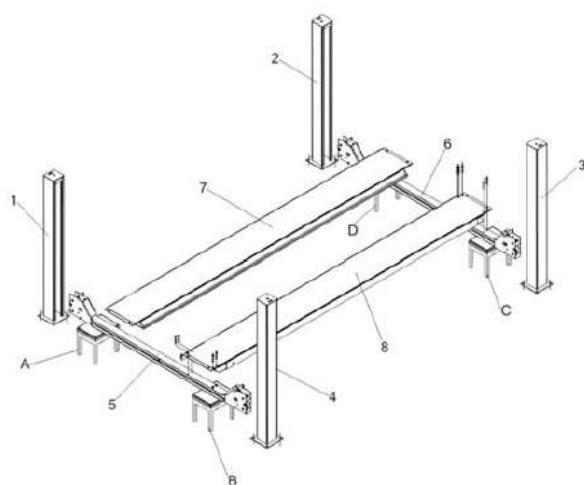

Рис. 32
- 1- Разместите 4 опоры одинаковой высоты, способные выдержать 250кг, как показано на рис. 32-А, В, С,D
Разместите стойки у концов перекладин, как показано на рис. 32